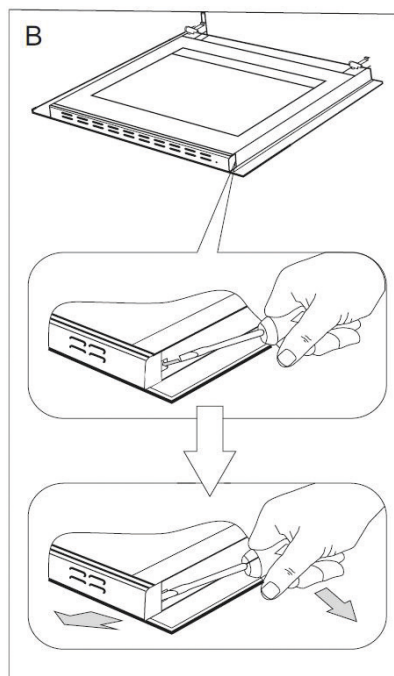
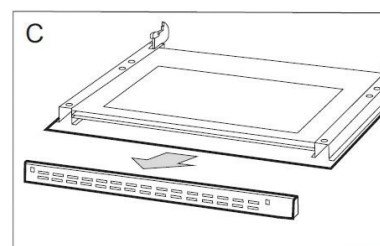

FIGURE 15
FIGURE 16
- Déboîtez la plinthe supérieure de la porte des deux côtés à l'aide d'un tournevis plat (voir figure 15). Retirez la plinthe en l'attrapant des deux côtés (voir figure 16).